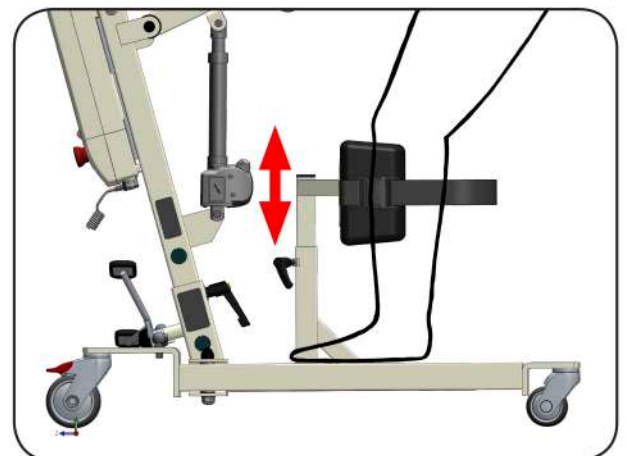

Figura 38
6. Junte las piernas del paciente y encájelas en las almohadillas protectoras, una vez haya comprobado que están a la altura correcta. La parte superior de los protectores deben quedar justo por debajo de las rodillas (Figura 38).